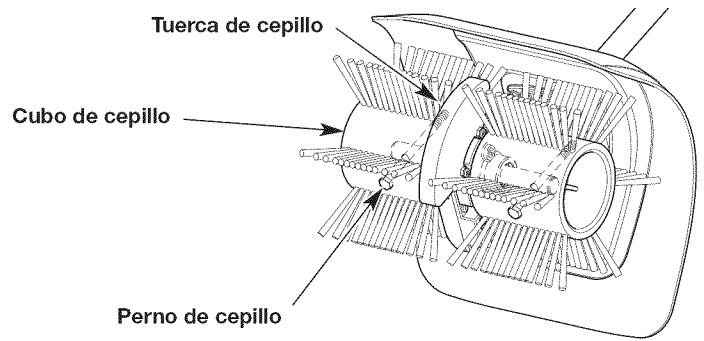

Fig. 5
3. Cuando use una llave de 1/2 pulgada para mantener un perno en el lugar, use otra llave de 1/2 pulgada para aflojar la tuerca de cepillo correspondiente (Fig. 5).
5. Cuando use una llave de 1/2 pulgada para mantener un perno en el lugar, use otra llave de 1/2 pulgada para ajustar bien la tuerca de cepillo correspondiente (Fig. 5).